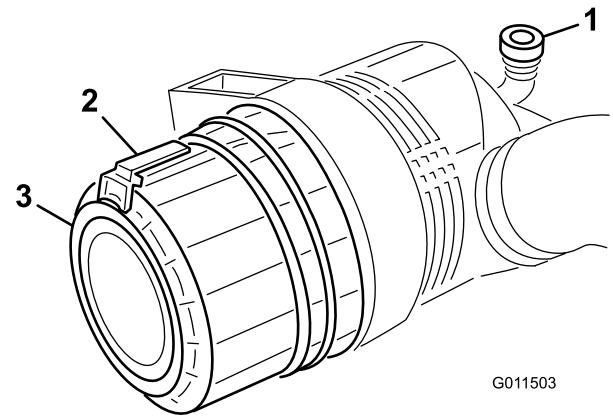

**Figura 69**
Revise el filtro del limpiador de aire únicamente cuando el indicador de mantenimiento (Figura 69) lo requiera. El cambiar el filtro antes de que sea necesario sólo aumenta la posibilidad de que entre suciedad en el motor al retirar el filtro.
6. Reinicie el indicador (Figura 69) si se ve rojo.